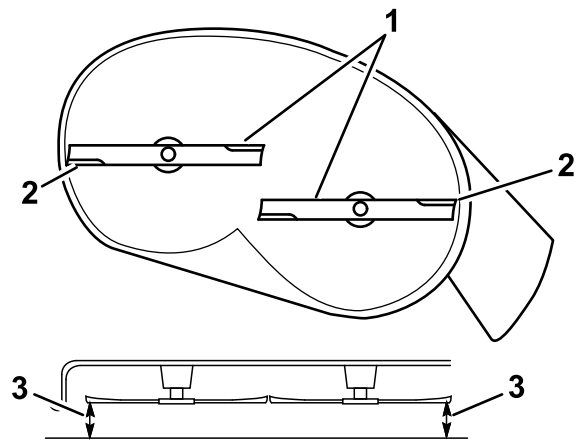
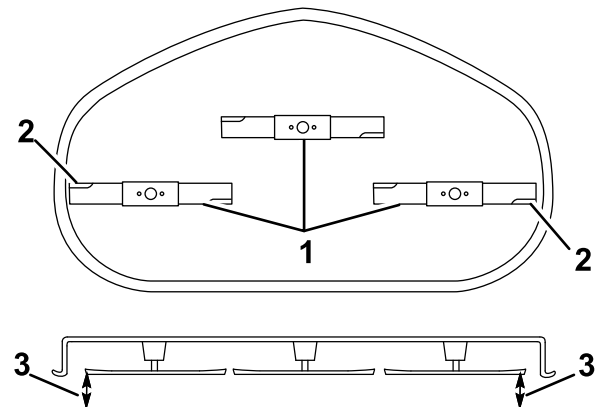

Bild 64
Bild 65
5. Messen Sie den Abstand zwischen den äußeren Schnittkanten und der ebenen Oberfläche (Bild 64 und Bild 65).